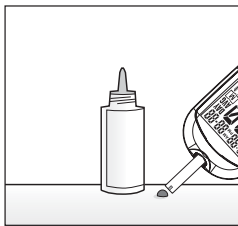

Figura 20
- Coloque la gota en la abertura del canal absorbente de la tira de prueba (donde se encuentra con el canal angosto) hasta llenar la ventana de confirmación. Véase la figura 20